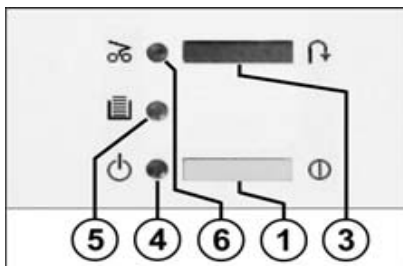

fig. 1
- 1 = Interrupteur à poussoir "prêt à fonctionner" (fig. 1)
- 3 = Interrupteur à poussoir "arrêt" / "marche arrière" (fig. 1)
- 4 = Voyant de contrôle "prêt à fonctionner" (fig. 1)
- 5 = Voyant de contrôle "réceptif plein" / "porte ouverte" (fig. 1)
- 6 = Voyant de contrôle "bourrage" (fig. 1)
- Appuyer sur l'interrupteur à poussoir (1) (fig. 1) de la machine. Le voyant de contrôle (4) (fig. 1) s'allume.
- Si la corbeille de réception est pleine, la machine s'arrête automatiquement. Le voyant lumineux (5) (fig. 1) s'allume. Videz le réceptif comme suit:
- Placer un sac vide et refermer la porte. Le voyant de contrôle (5) (fig. 1) s'éteint.